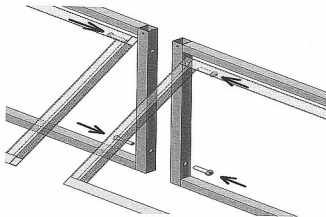

Рис. 4
5. Крепим вторую верхнюю форточку, для этого: с помощью винтов М4х35 и стержней мебельных стягиваем форточку 1 и форточку 2 (см. рис. 4), дальнейшие операции такие-же как для форточки 1.